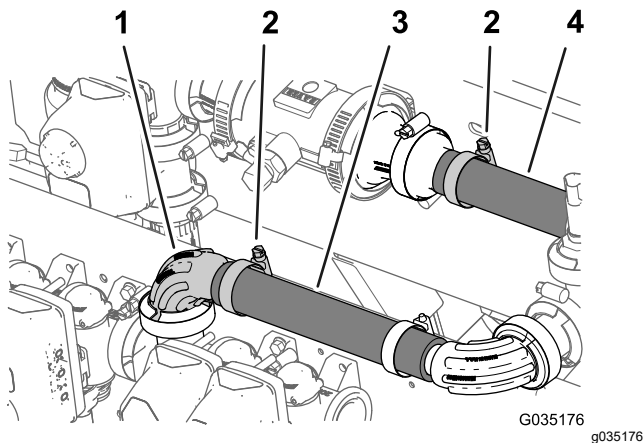

Figure 52
3. Serrez le collier qui fixe le flexible (1 x 7¼ po) sur le raccord à bride cannelé (1 po) que vous avez branché sous Montage du transducteur de pression sur la machine \(page 23\); voir Figure 52.